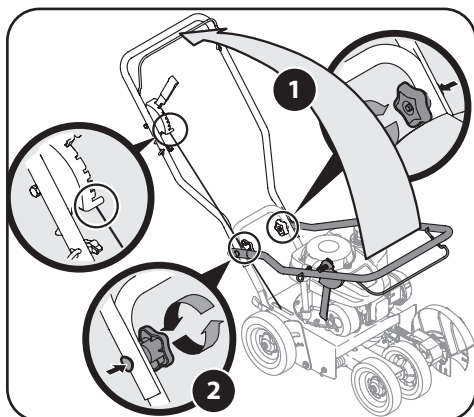

Figure 5
1. Placez-vous derrière le coupe-bordures et pressez la commande d'arrêt du moteur contre la poignée supérieure. Voir Figure 5.
**NOTE :** Vous devez presser la commande d'arrêt du moteur contre la poignée supérieure pour pouvoir tirer la corde de démarrage. Voir Figure 5.